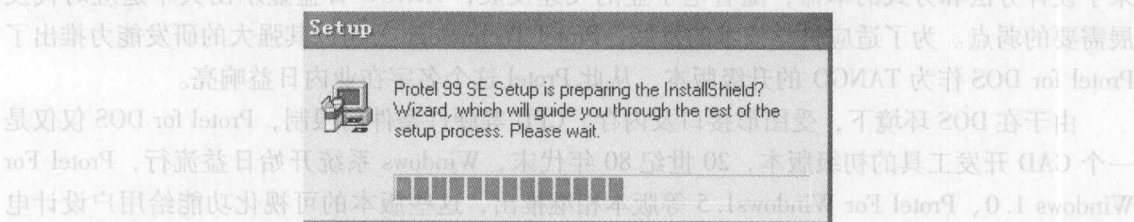

图 1-2 安装向导指示
(2) 在光盘中找到 Protel 99 Se 安装文件“Setup.exe”，双击“Setup.exe”图标即开始运行安装程序，出现如图 1-2 所示界面，提示用户按照安装向导的提示进行操作。